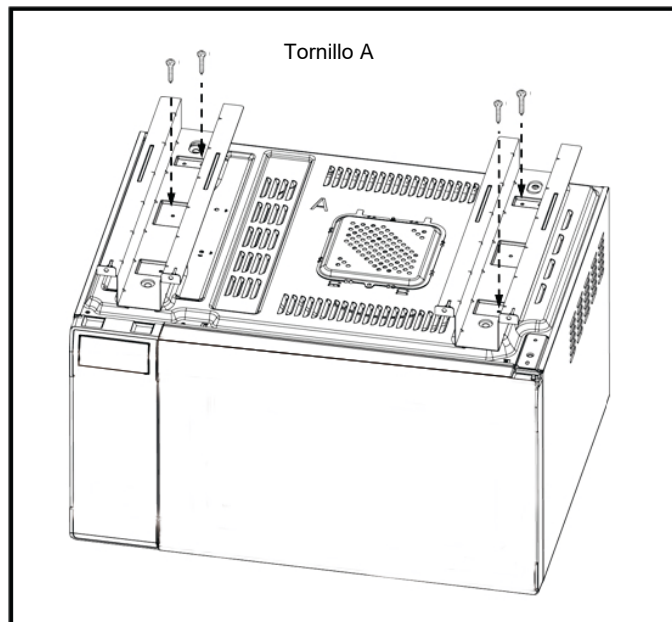

Ilustración 5
1. Hace da onda demicroondas arrivay abajo por lo que está buscando en la parteinferior del horno. Asegure la parte inferior de montajeencarril del horno con cuatro tornillosA. Véase la ilustración 5.